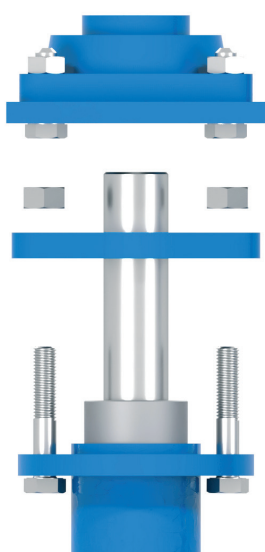

Fig. 6
3. Escolher uma das jantes e começar por desaparafusar e retirar as porcas do flange vedante (26) para que se possa deslocar sobre o eixo e separar-se do casquilho vedante (27) (fig. 6).